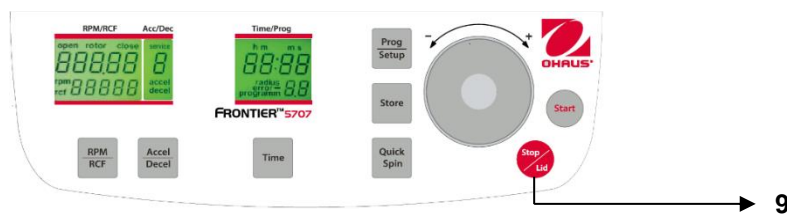

Abbildung. 25
Mit der Taste "Stop/Lid" (9) (siehe Abbildung 25) können Sie den Durchlauf jederzeit unterbrechen. Nachdem Sie die Taste gedrückt haben, wird sich die Zentrifuge mit der vorab ausgewählten Intensität bis zum Stillstand verlangsamen.